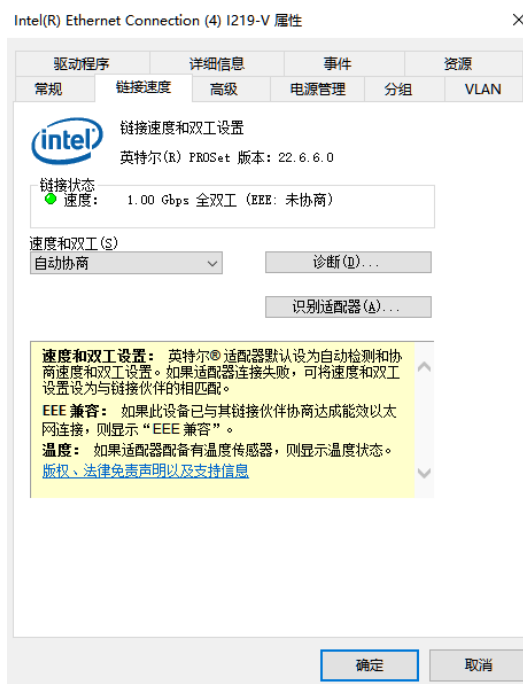

图2-2 链接速度
2. 依次点击控制面板》硬件和声音》设备管理器》网络适配器，选中对应的网卡，打开属性中的连接速度的菜单栏，将速度和双工设置为自动协商或 100Mbps 全双工，如图 2-2 所示。